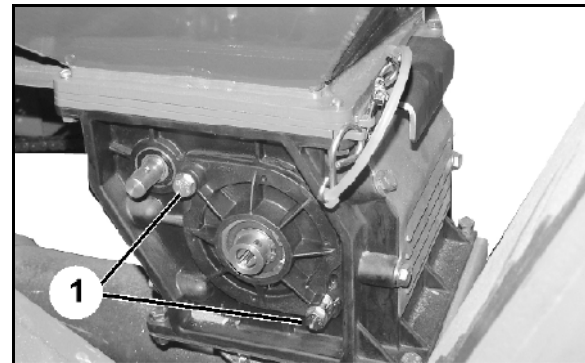

Fig. 75
3. Zwei Schrauben (Fig. 75/1) lösen.